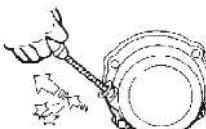

Рис. 9
- 5.** Медленно потяните ручку стартера до появления сопротивления, и затем, прочно зафиксировав генератор, быстро и сильно потяните за ручку (Рис. 9).